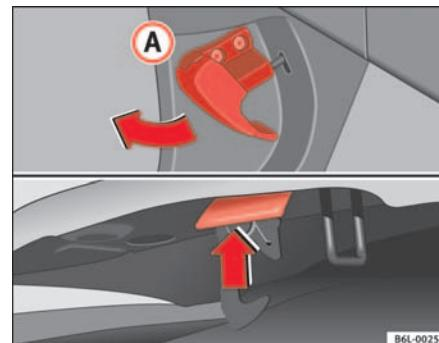

Fig. 118 Detalle de la zona reposapiés del lado del conductor: palanca para el desbloqueo del capó del motor.
- Tire de la palanca que se encuentra bajo el tablero de instrumentos ⇒ fig. 118 en el sentido que indica la flecha. El capó queda desbloqueado por la acción resorte del muelle ⇒ !.